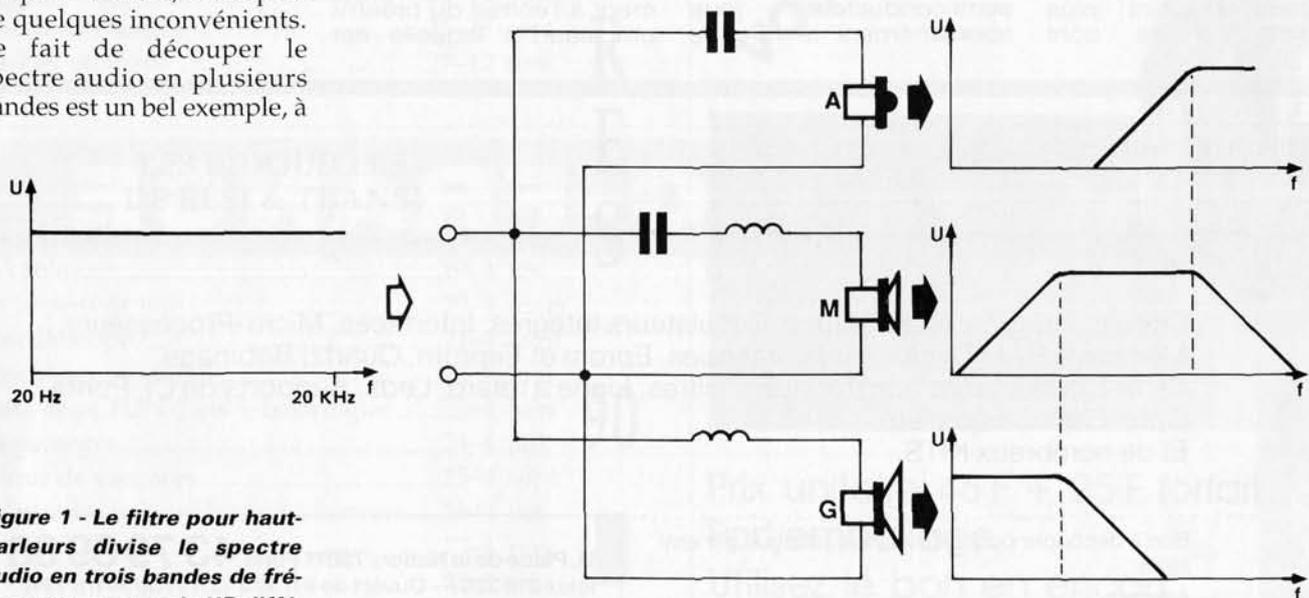

Figure 1 - Le filtre pour haut-parleurs divise le spectre audio en trois bandes de fréquences, pour trois HP différents.
L'examen d'un schéma comme celui de la **figure 1** a de quoi irriter : comment se fait-il qu'un circuit aussi simple, aussi passif, se prête à tant de complications, de calculs, de ratiocinations ? Nous vous proposons ici de dédramatiser l'affaire en deux ou trois pages.
Les composants avec lesquels on confectionne un filtre sont caractérisés par leur courbe de réponse en fréquence. Non seulement la résistance que le condensateur oppose au courant alternatif qui le traverse n'est pas nulle, mais en plus elle change selon la fréquence du signal. Plus la fréquence est élevée, plus la résistance est faible, alors que plus on s'approche du continu, plus elle sera forte. Pour une bobine - l'autre composant utilisé pour faire un filtre - c'est précisément l'inverse. Pour les réseaux passe-haut et passe-bas de notre filtre de la figure 1 nous n'avons donc mis en
oeuvre qu'un condensateur d'une part (PH) et une bobine de l'autre (PB). Pour le réseau intermédiaire, le montage en série d'un condensateur et d'une bobine forme un réseau oscillant. Si nous disposons d'un condensateur et d'une bobine idéaux pour créer ce réseau, celui-ci ne laisserait passer qu'une seule fréquence : la fréquence de résonance. En pratique, avec des composants réels, compte tenu notamment de l'inductance et de la résistance parasites des condensateurs, surtout des électrochimiques, et de la résistance ohmique des bobines, notre réseau est affecté par un amortissement qui en fait un filtre passe-bande : il laisse passer les fréquences d'une bande plus ou moins large, mais ne répond pas aux fréquences extérieures à cette bande. On voit sur la figure 1 comment le HP du registre médium est relié à l'amplificateur par l'intermédiaire d'un tel réseau oscillant.